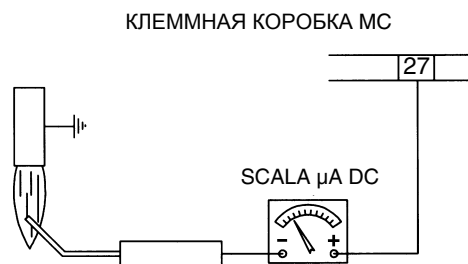
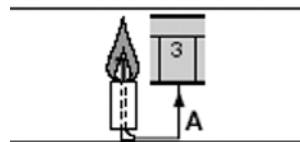

Рис. 19: Детектирование с электродом:
Рис. 20: Детектирование с электродом
- Проверить и аккуратно почистить фотоэлемент UV улавливания пламени и, если необходимо, заменить его. В случае возникновения сомнения, проверить контрольный контур, после того, как горелка будет вновь запущена, согласно схеме на Рис. 19 - Рис. 20;
Для контроля тока детектирования см. схему на Рис. 19. Если сигнал - ниже указанного значения, проверить положение электрода, электрические контакты и, при необходимости, заменить электрод.
Для контроля тока детектирования см. схему на Рис. 20. Если сигнал - ниже указанного значения, проверить положение электрода, электрические контакты и, при необходимости, заменить электрод.